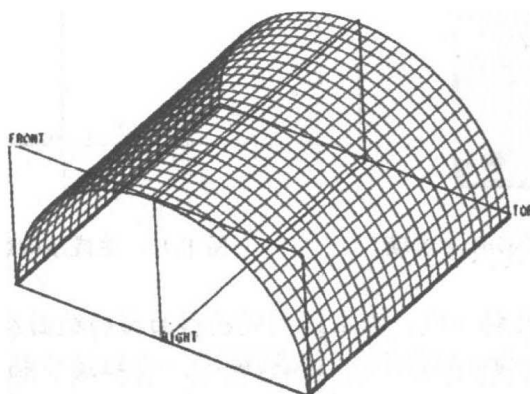

图 1.16 生成的拉伸曲面
- (12) 当提示栏中出现  提示后，拉伸曲面成功生成，所生成的拉伸曲面如图 1.16 所示。